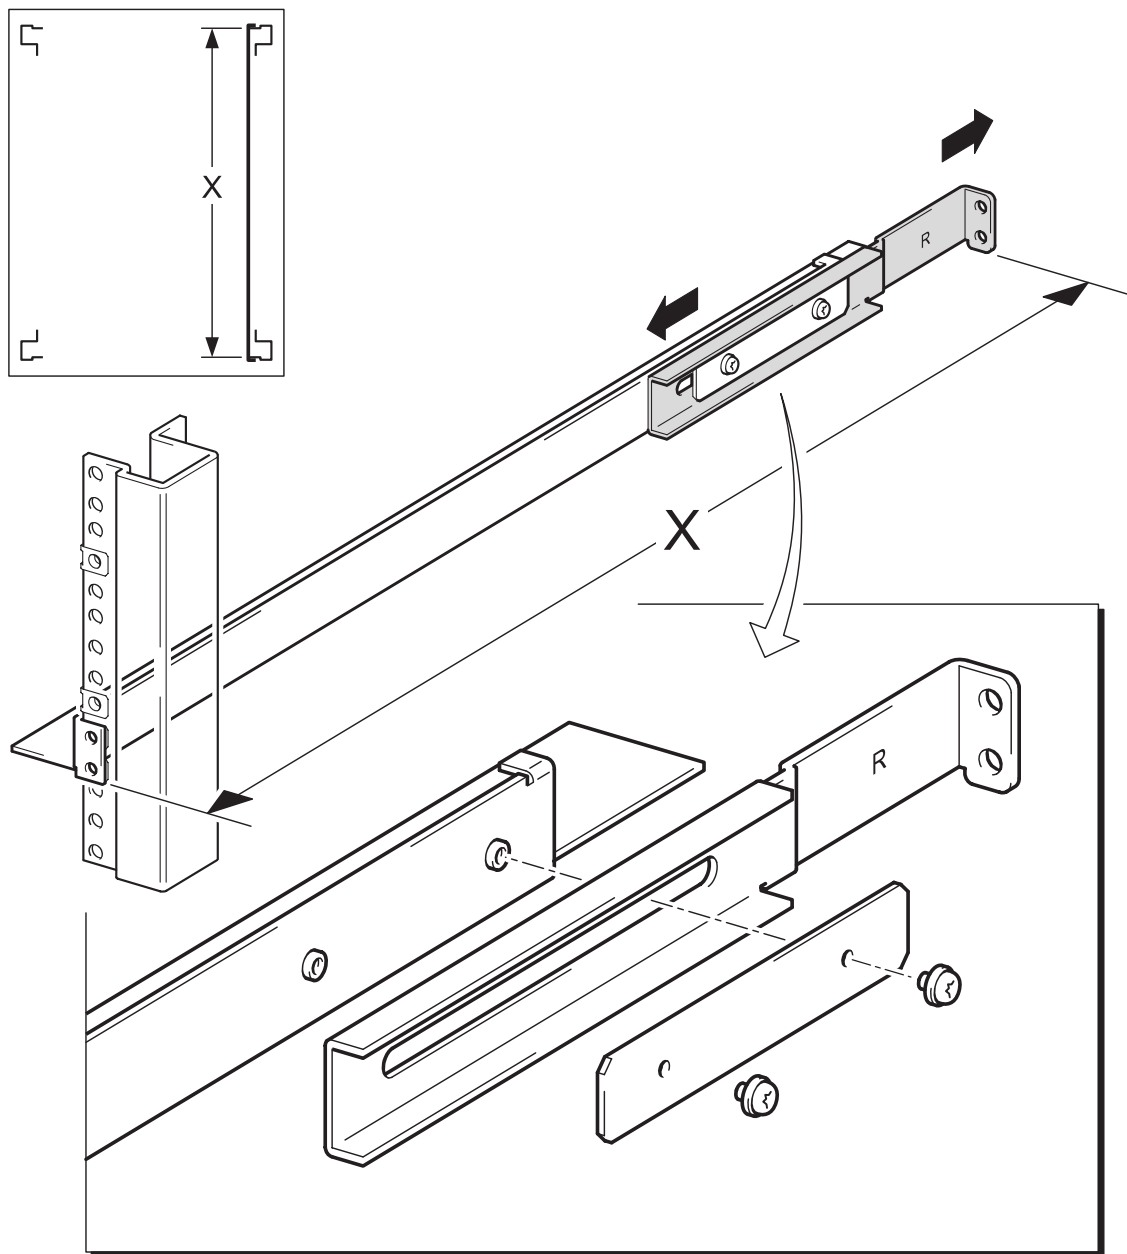

Figure 1 : réglage de la longueur des rails de support
- 2 Assemblez les rails de support latéraux comme indiqué sur la Figure 1. Alignez la longueur sur la ligne de repérage A ou B, selon les informations du tableau ci-dessus. Serrez les deux écrous de fixation à la main.
- 5 Vérifiez que la longueur permet au rebord situé à l'avant du rail de recouvrir la colonne avant du rack et au rebord situé à l'arrière du rail de recouvrir les colonnes arrière du rack (voir Figure 1).